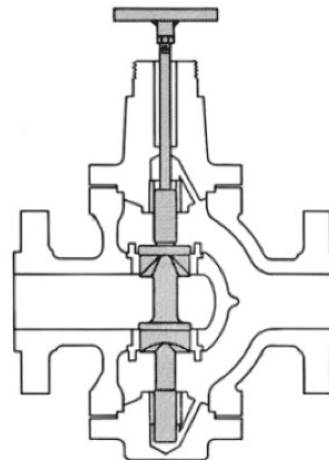

Figura 5
- H. Inserte dos o tres pedazos de empaque (17) en el prensaestopas para ayudar a guiar el vástago y el obturador durante el lapeado.
- I. Enrosque una varilla cónica taladrada con un asa en T en el vástago del obturador y fíjela con una contratuerca. (Ver Figura 5).